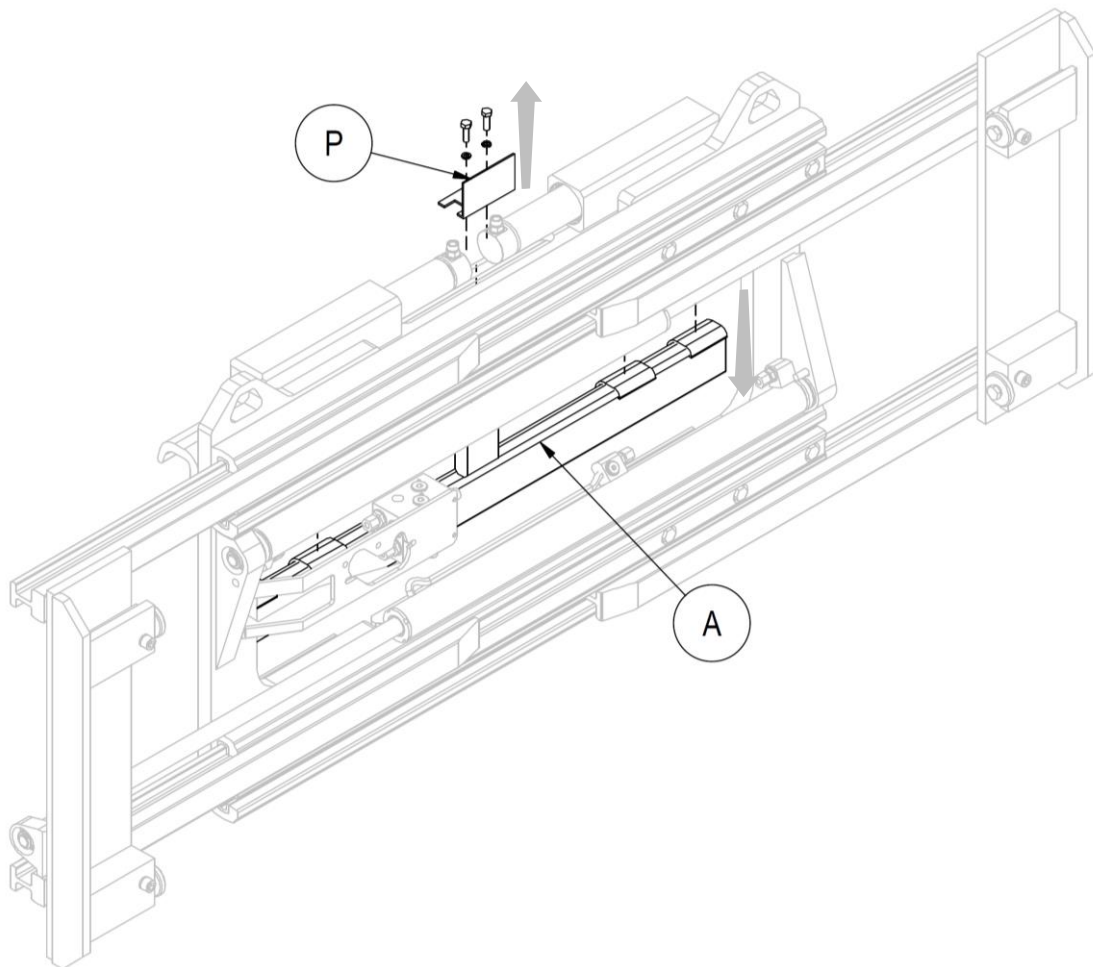

Figura 26
3. Retire el doble gancho (A) después de quitar el “plato de protección” (P) con los tornillos correspondientes.
7. Referirse a la *Figura 26*.